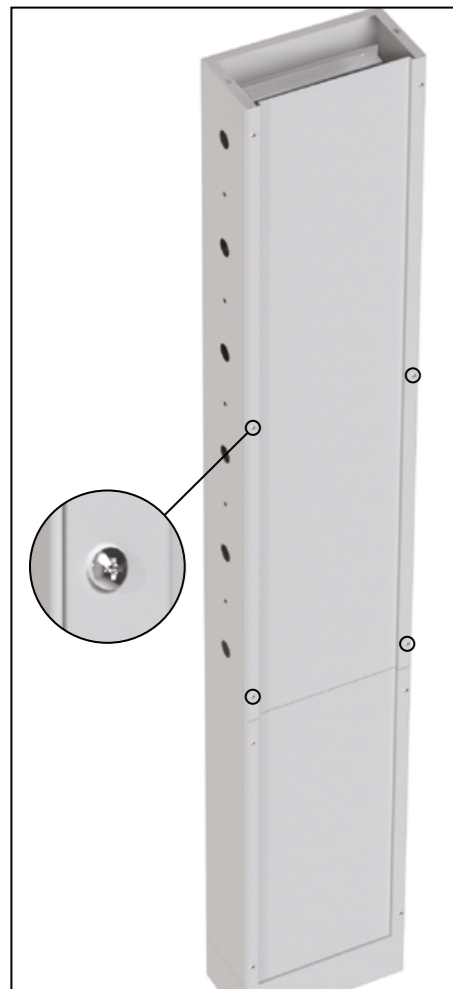
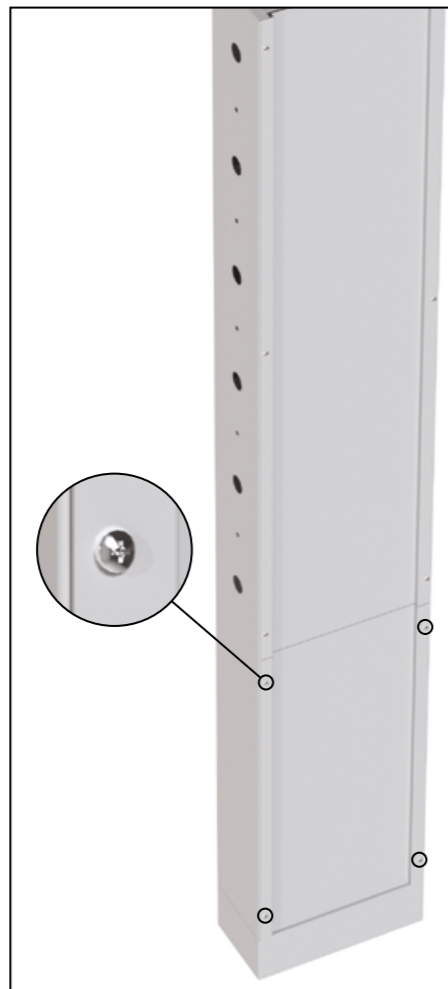
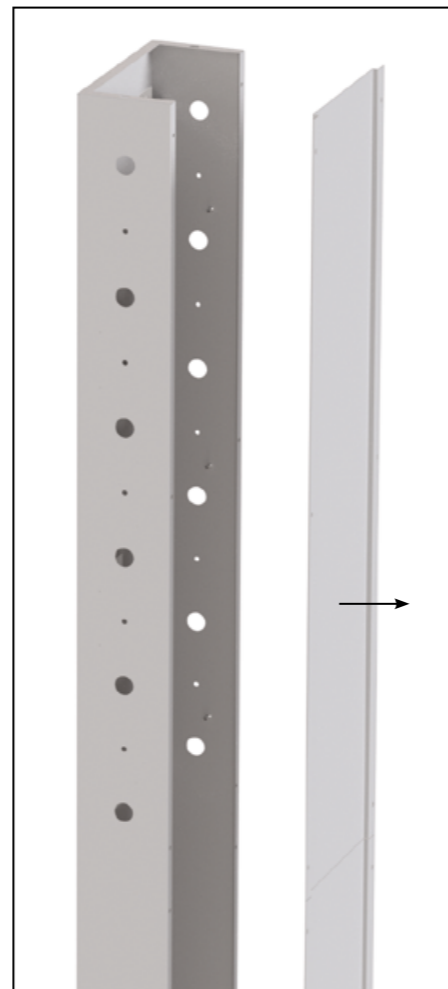

Рис. 30
Рис. 31
Рис. 32
2.2. Вывернуть 6 винтов М4×16 у верхней панели (рис. 30) и 4 винта у нижней панели (рис. 31) и снять панели фасадные (рис. 32). Винты сохранить.